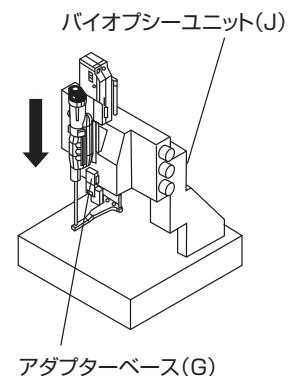

図37
- 1) ファイアフォワードのスライド (B) を包装から取り出し、損傷がないことを確認します。
- 2) ファイアフォワードのスライド (B) のピンをドライバー (B) に合わせ、取付けねじ (K) を締めてファイアフォワードのスライド (B) をドライバー (A) に取り付けます。
- 3) スライダを取り付けたドライバーをファイアフォワードのスパイン (D) に取り付けます。
- 4) シーメンス 取付けバー (E) のピンと穴とをファイアフォワードのスパイン (D) の穴と合わせ、平頭ねじ (F) で固定します。
- 5) ニードルが挿入されている上部と下部のニードルガイドアダプタ (C) を下部のニードルサポートに挿入し、ドライバーとバイオプシープローブを取り付けたファイアフォワードと取付けバー (E) を、バイオプシーユニット (J) に取り付けられているアダプタベース (G) に挿入します (図37)。